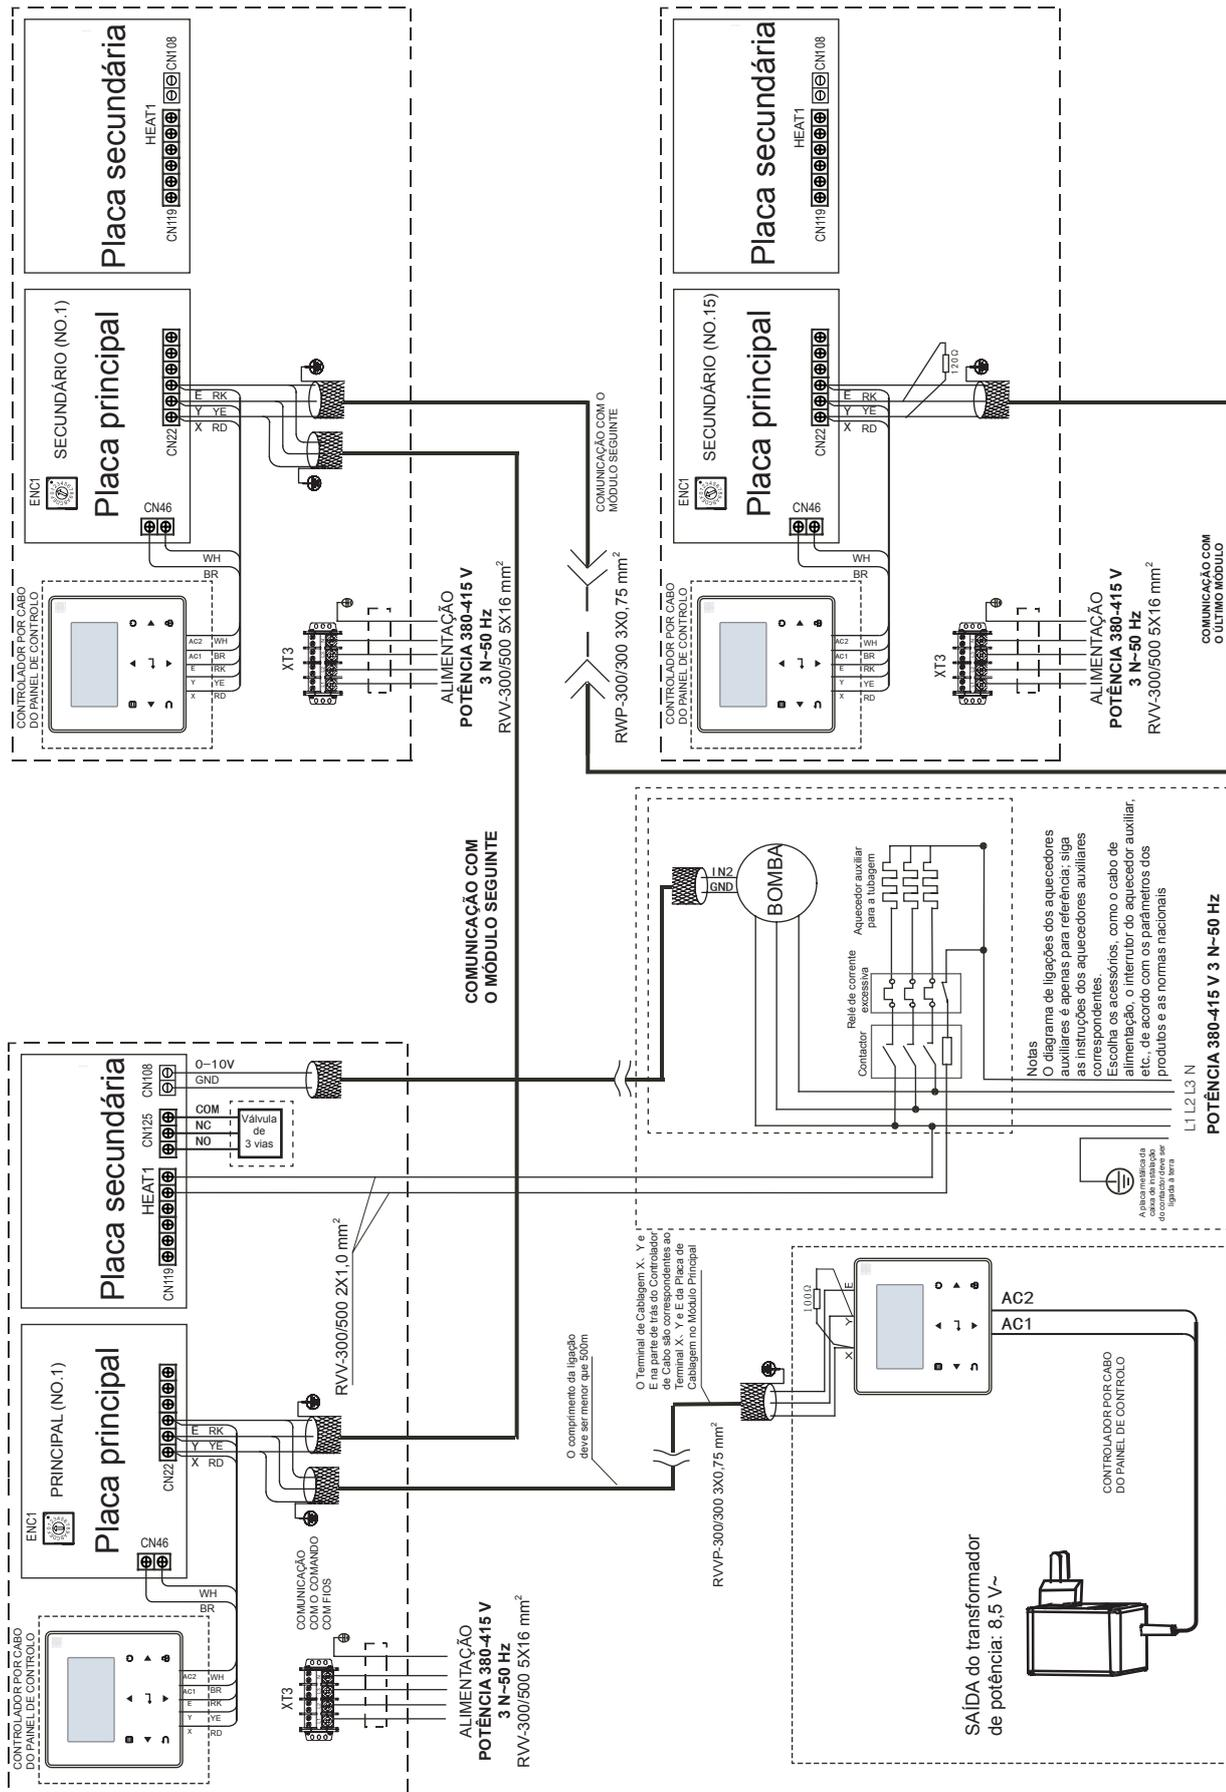

Fig. 8-18. Esquema de comunicação de rede da unidade principal e unidade auxiliar para 110kW e 140kW
c) As unidades devem ter controladores de unidade principal (consulte a Fig. 8-18 para o diagrama de cablagem dos controladores).